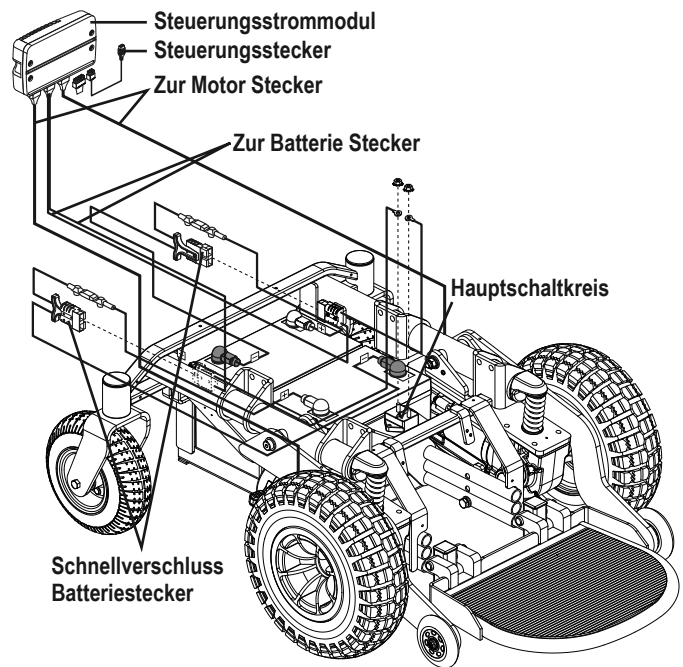

Bild 1. Elektrische Komponenten
Ihr Elektrorollstuhl besteht aus zwei Hauptbaugruppen: dem Sitz und dem Fahrgestell. Der Sitz besteht im Allgemeinen aus einer Rückenlehne sowie den Armlehnen und dem Sitzgestell. Im Fahrgestell integriert sind u. a. zwei Motor-/Bremsenbaugruppen, zwei Antriebsräder, zwei Stützräder, zwei Schwenkräder, zwei Batterien und die Verkabelung. **Siehe Quantum/Jazzy 1450 Serie (Seite 4) und Bild 1.**
Die elektronischen Komponenten bestehen aus der Steuerungsbaueinheit, den Batterien und den Motoren. Die Batterien, Motoren und das Steuerungsstrommodul (falls vorhanden) befinden sich an der Netzteilbaueinheit. Die Steuerung befindet sich an der Sitzbaueinheit. Die Verbindung zwischen der Steuerung und den Motoren, Batterien und deren Ladegeräte werden durch einen oder mehrere Kabelbäume gebildet. **Siehe Bild 1.**
5. Stecken Sie den Steuerungsstecker in die Rückseite des Netzteils. **Siehe Bild 1.**
3. Den/die Steckverbinder der Steuereinheit von der Antriebsbasis trennen. **Siehe Bild 1.**